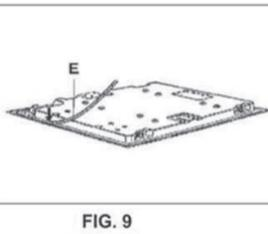

FIG. 9
- Dar la vuelta a la placa y colocar correctamente la guarnición "E" (ver fig. 9) debajo del borde de la placa de manera que el lado externo de la guarnición coincida perfectamente con el borde periférico externo de la placa. Las extremidades de las tiras deben coincidir sin sobreponerse.